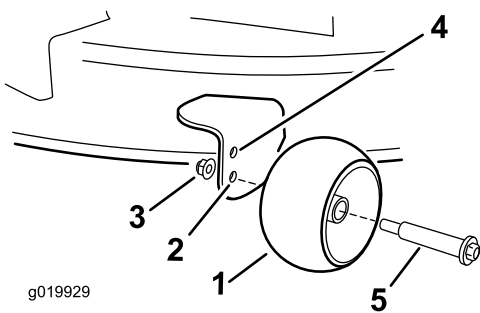

Figura 21
corte de 63 mm (2-1/2 pulgadas) o menos (Figura 21).
- Taladro inferior – utilice esta posición cuando la carcasa de corte está en la posición de altura de corte de 76 mm (3 pulgadas) o más (Figura 21).